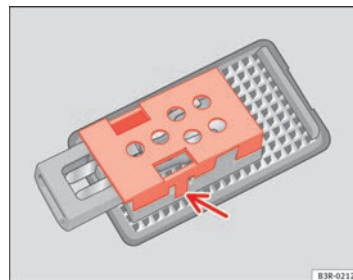

Abb. 225 Gepäckraum-
- Bauen Sie Schutzabdeckung aus und nehmen Sie die Glühlampe aus ihrer Aufnahme ⇒ Abb. 225. ■